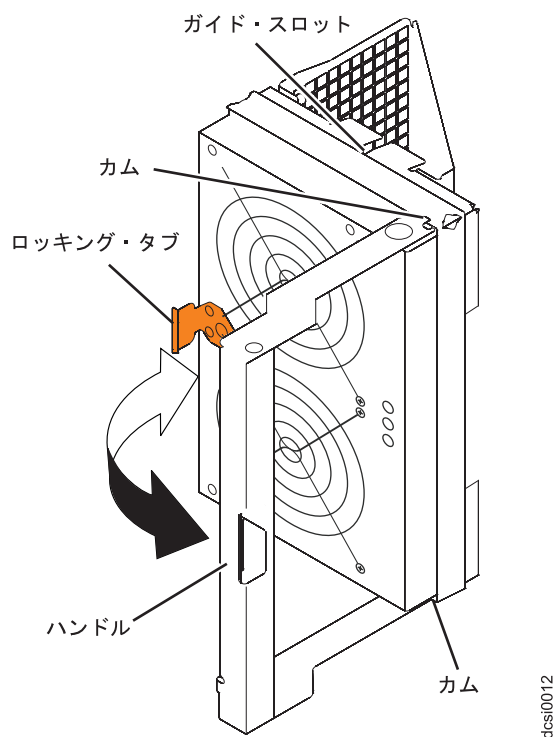

図 84. ファン・アセンブリーの取り外し
- a. ストレージ拡張エンクロージャーの背面で、ファン・アセンブリー・ハンドルを所定の位置に保持しているロッキング・タブを押して、ファン・アセンブリー・ハンドルを手前に引き、ファン・アセンブリーを取り外します (137 ページの図 84 を参照)。